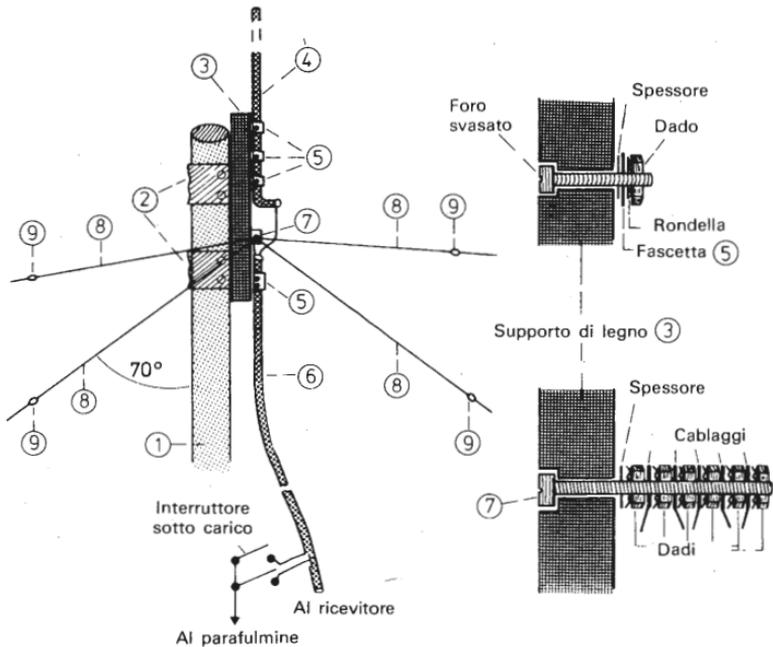

Fig. 2.6. Costruzione dell'antenna *home made*.
Si deve tener presente anche che l'antenna va installata ad una certa distanza dai fili del telefono o da eventuali cavi dell'alta tensione. La distanza da scegliere è quella che non permette all'antenna, se per caso questa si spezza, di andare a toccare i fili del telefono o i cavi dell'alta tensione: è sufficiente che vi sia una distanza di almeno 5 m tra l'antenna e i cavi. La Fig. 2.6 mostra le varie parti dell'antenna $\lambda/4$. Il tutto è costituito da un palo d'antenna
(1), alla cui estremità superiore è fissato il supporto dell'antenna (3). A questo ultimo è fissato lo stilo dell'antenna (4); vi sono ancorati anche i quattro radiali (8). Il cavo coassiale (6) (a causa della bassa attenuazione introdotta è adatto il tipo RG 213 U, con impedenza di 50Ω) ha il compito di far giungere il segnale d'antenna all'ingresso del ricevitore. Ulteriori particolari per quanto riguarda il sistema di fissaggio dello stilo e dei radiali, si possono desumere dalla Fig. 2.6.
Elenco dei materiali per il montaggio di Fig. 2.6: